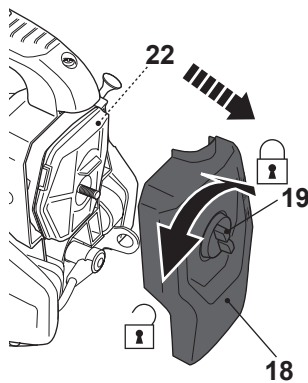

Fig. 60
- > Dévissez la vis de fixation [19] et ôtez le couvercle du filtre à air [18] (Fig. 60).